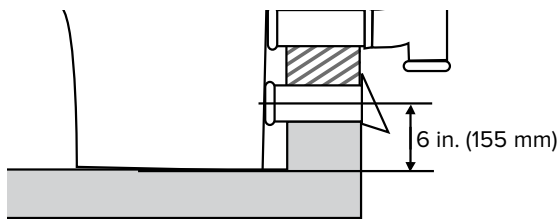

fig. 10
3. Installez les tuyaux d'évent courts fournis en orientant l'extrémité conique/biseautée vers la toilette ; voir les fig. 10 et 11. Faites une marque à environ $1\frac{5}{16}$ po [40 mm] de l'extrémité du tuyau afin de savoir jusqu'où vous devrez pousser le tuyau à l'intérieur de la toilette.